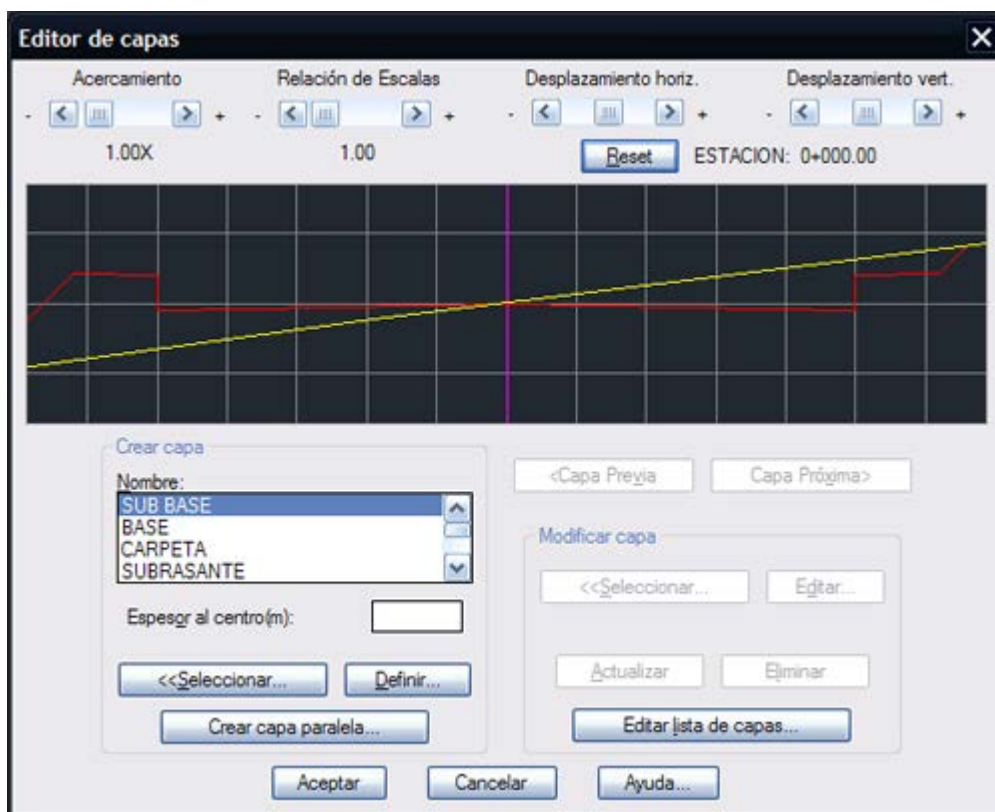

Fig. 5: Editor de Capas
7. Seleccione el botón **Editar capas**, aparecerá la siguiente caja de diálogo (Fig. 5):